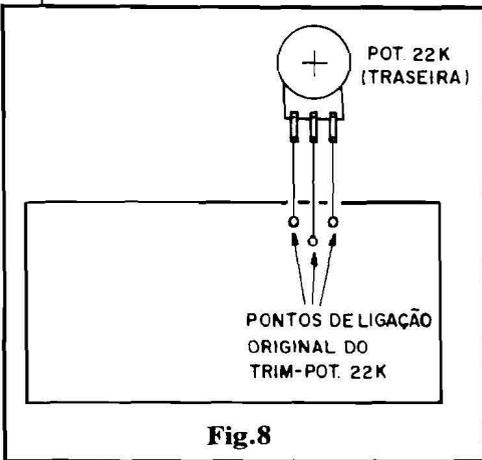

Fig.8
- FIG. 8 - CONTROLANDO O VOLUME COM POTENCIÔMETRO - Na estrutura original do circuito/montagem, o ajuste do volume final de áudio é feito de maneira semi-fixa, por **trim-pot** (22K). O Leitor/Hobbysta pode, contudo, optar por um acionamento mais confortável e "s sofisticado", simplesmente ligando à placa, no lugar do referido **trim-pot**, um potenciômetro de 22K, conforme sugere a figura... Como sempre ocorre, recomendamos que a fiação a tal potenciômetro opcional seja **curta**...
- A UTILIZAÇÃO - AS EXPERIÊNCIAS - Inicialmente, aplicada ao circuito uma antena telescópica comum (fig. 6), esta deverá ser "levantada", verticalmente. Colocam-se as pilhas e liga-se o interruptor geral... O **trim-pot** (ou potenciômetro - fig. 8) de volume (22K) deve ser colocado no **máximo**, reduzindo-se um pouco o ajuste se for constatado um ruído "de fundo" muito "bravo"... Com a bobina convencional (fig. 3) de sintonia, podem ser procuradas estações de FM comercial, através do ajuste do **trimmer** (ou capacitor variável - ver fig. 7). Obtida a sintonia de uma emissora qualquer, o **trim-pot**